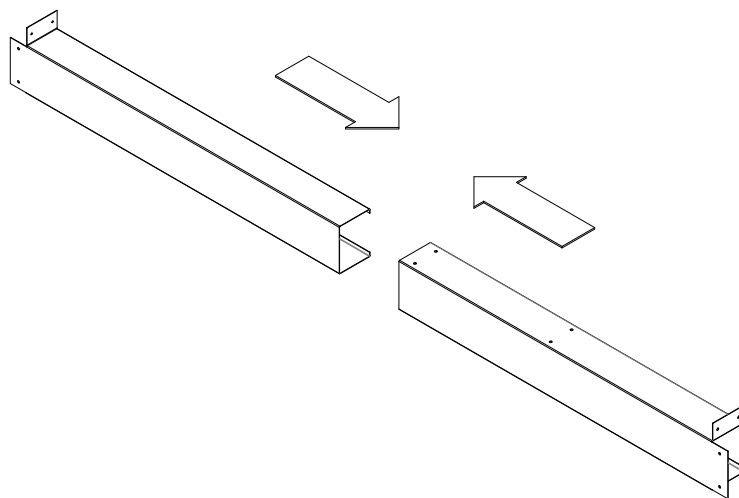

Figure 27: Assemblage de poteau mural en acier
- Faites glisser ensemble les deux pièces du poteau mural en acier comme indiqué dans Figure 27.